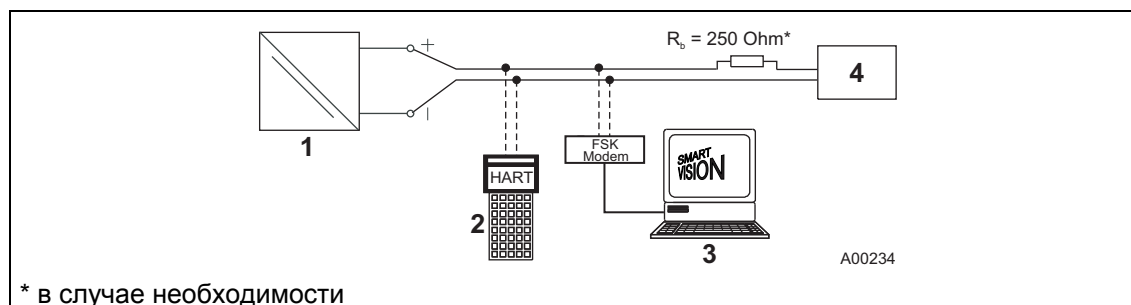

Рис. 16
4. Выполните монтаж согласно Рис. 16.